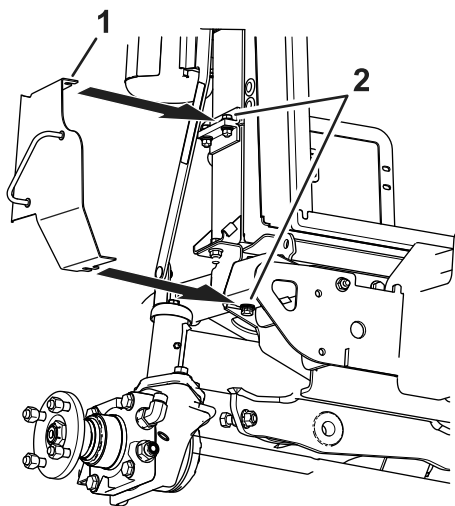

Figur 13
10. Fjern den eksisterende mutteren og bolten under radiatoren som fester støtfangerbraketten (Figur 13).